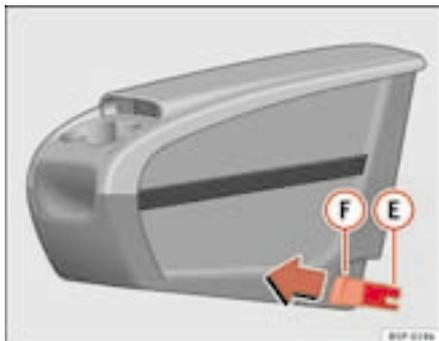
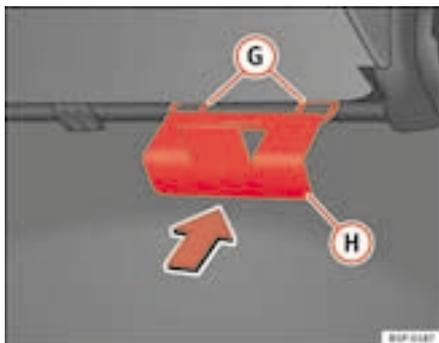

Fig. 109 Porta-objectos móvel. Montagem
Fig. 110 Placa de fixação do porta-objectos móvel
- Coloque a partir do veículo, a placa de fixação **(H)** ⇒ fig. 110 do porta-objectos móvel, pela parte traseira do banco. Deve estar situada entre o encosto e o assento, na zona do lugar central.
- Coloque à frente as duas peças de fixação **(E)** ⇒ fig. 109, com as duas anilhas de fixação **(G)** ⇒ fig. 110 e pressione com força até que as duas pinças encaixem totalmente nas anilhas.
- Puxe cada um dos botões ⇒ fig. 109 **(F)** das pinças (botões vermelhos) para a frente, até ouvir que desencaixaram.